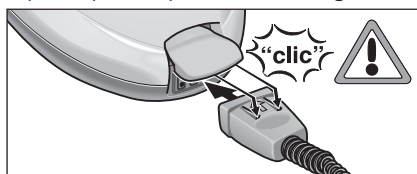

Fig. 1: Introducerea ștecărului monobloc
- Introduceți bine ștecărul monobloc (C6), în priză aparatului (A1). Astfel, cele două ciocuri ale ștecărului monobloc, trebuie să intre în capacul prizei aparatului (vezi fig. 1).